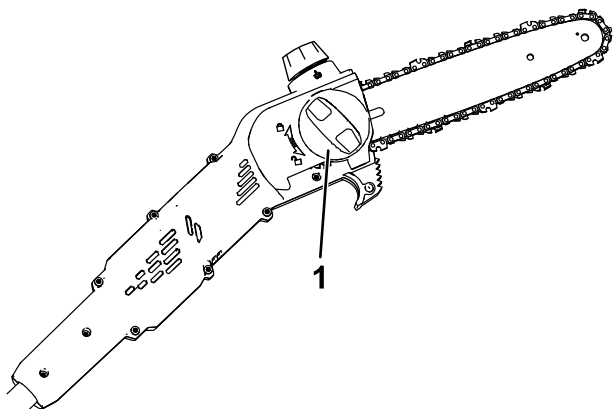
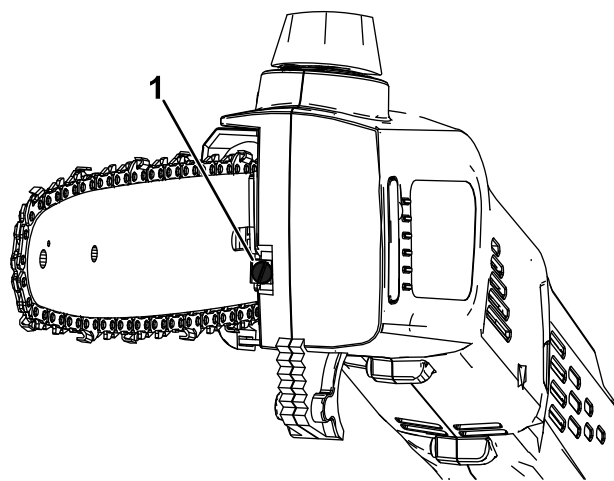

Figura 17
Figura 18
4. Ruotate la manopola del copribarra in senso antiorario per allentare il copribarra, ma non rimuovetelo (Figura 17).
5. Regolate la tensione della catena utilizzando la vite di messa in tensione della catena (Figura 18), quindi fissate il carter laterale al potatore telescopico ruotando la manopola del copribarra in senso orario prima di controllare la tensione (Figura 17).
3. Allentate la catena girando la relativa vite di messa in tensione in senso antiorario (Figura 18).